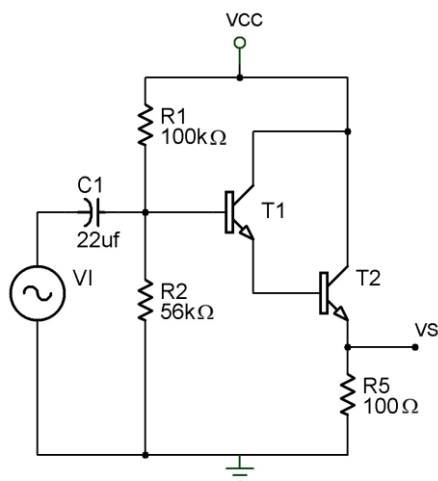

Figura 4.2
- Con V_i apagado, arme el circuito de la Figura 4.2. Alimente VCC con 12V, después mida y anote los valores que se indican en la Tabla 4.1.
2. ¿Por qué la salida de voltaje del circuito de la figura 4.2, no cambió con respecto de la entrada?